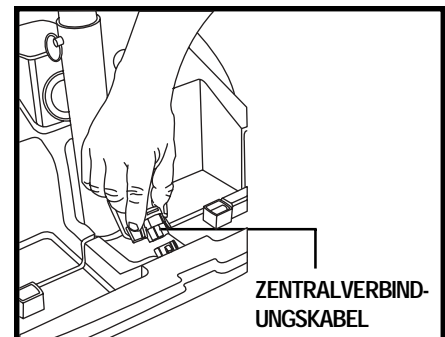

Abb. 17. Zentralverbindungskabel
5. Zentralverbindungskabel trennen. Siehe Abb. 17.